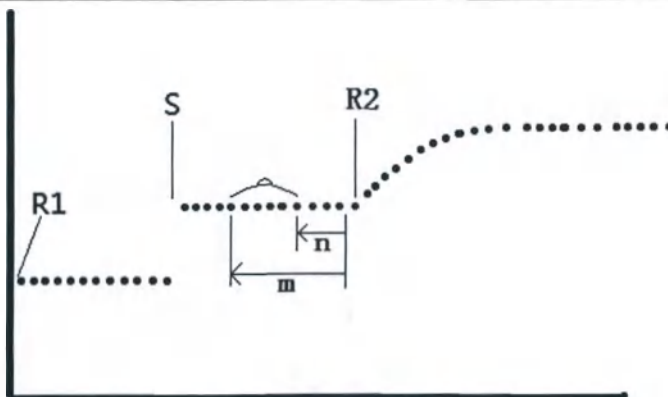

Рисунок 80 – Перед добавлением второго реагента
3) Настройка третьей контрольной пробы, второго реагента (R2) устанавливается в качестве узла, необходимо выбрать **Before Adding R2** (перед добавлением второго реагента) в качестве пустого интервала, как показано на рис. 80, R2 - добавление точки второго реагента, поглощающая способность контрольной пробы соответствует среднему поглощению от точки n до точки m .